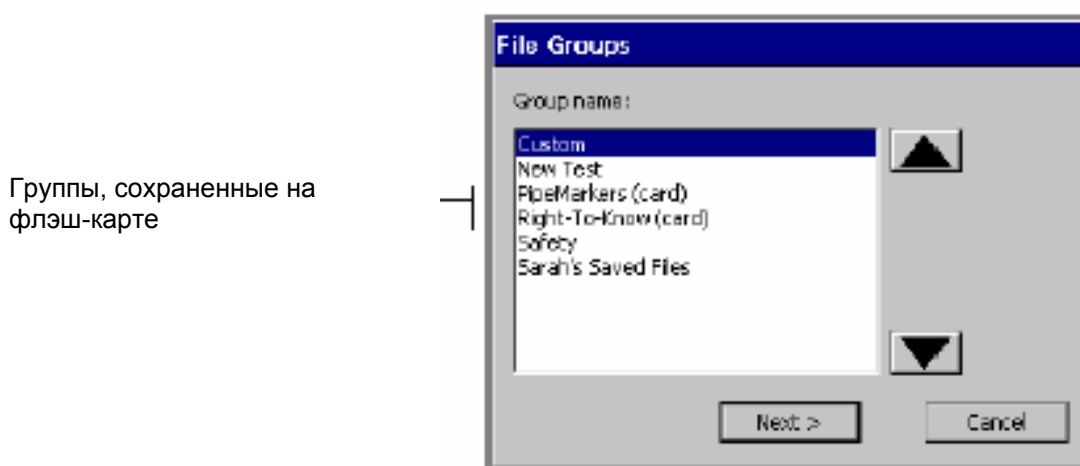

Рис. 9-5. Окно групп файлов с подключенной флэш-картой памяти
3. При работе с несохраненными этикетками открывается окно групп файлов, приведенное на рис. 9-5 на стр. 9-8.
2. В открывшемся окне опций файла (приведенном на рис. 9-1 на стр. 9-4) нажать кнопку опции **Delete File** (удалить файл). Открывается окно групп файлов (см. рис. 9-5 на стр. 9-8).